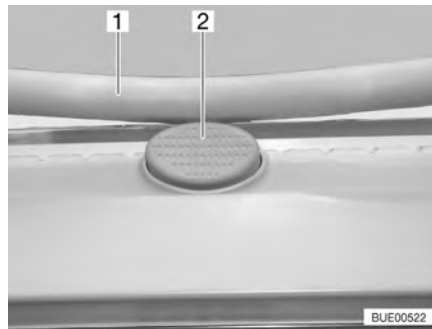

Fig. 59 Botón de seguridad en la claraboya Heki
- Pulsar el botón de seguridad (Fig. 59,2) y tirar la horquilla (Fig. 59,1) hacia abajo con ambas manos.
- Presionar el estribo hacia arriba con ambas manos hasta que la horquilla se encuentre encima del botón de seguridad (Fig. 59,2).